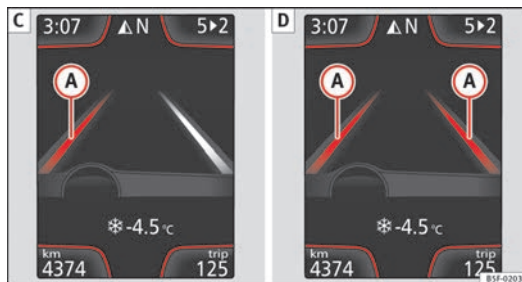

Fig. 142 No ecrã do painel de instrumentos: Indicação no ecrã do sistema de aviso de saída da via de circulação (exemplo 2).
- O sistema está a funcionar, a linha destacada (A) indica que havia risco de ultrapassar involuntariamente a linha da via de circulação e está a actuar sobre a direcção para corrigir a trajectória ⇒ Fig. 142 [C].
- As duas linhas destacadas (A) acendem-se de forma alternada quando as duas linhas de via de circulação são reconhecidas e está activada a função de guia da via de circulação ⇒ Fig. 142 [D].